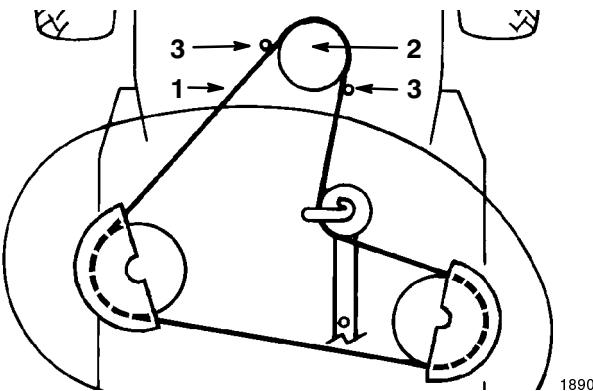

Figure 44
14. Déposez la courroie d' entraînement des lames de la poulie motrice inférieure (Fig. 44). En procédant prudemment, il est possible d'écartier les guide-courroie de la poulie juste assez pour enlever la courroie. Si cela s'avère trop difficile, desserrez les boulons et les écrous de fixation des guide-courroie.
4. Passez la courroie d' entraînement des lames sur la poulie motrice inférieure (Fig. 44). En procédant prudemment, il est possible d'écartier les guide-courroie de la poulie juste assez pour passer la courroie. Si cela s'avère trop difficile, desserrez les boulons et écrous de fixation des guide-courroie.